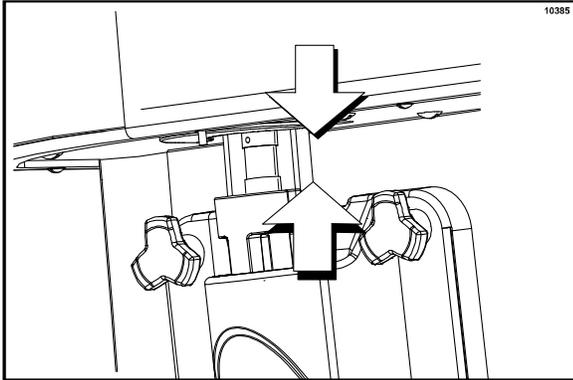

Figura 125
15. Levante el collarín de sujeción del acoplamiento del rotor e introduzca el eje del rotor en la cavidad del acoplamiento, hasta que pueda bajar el collarín de sujeción a la posición de enganche. (Vea la figura 125).